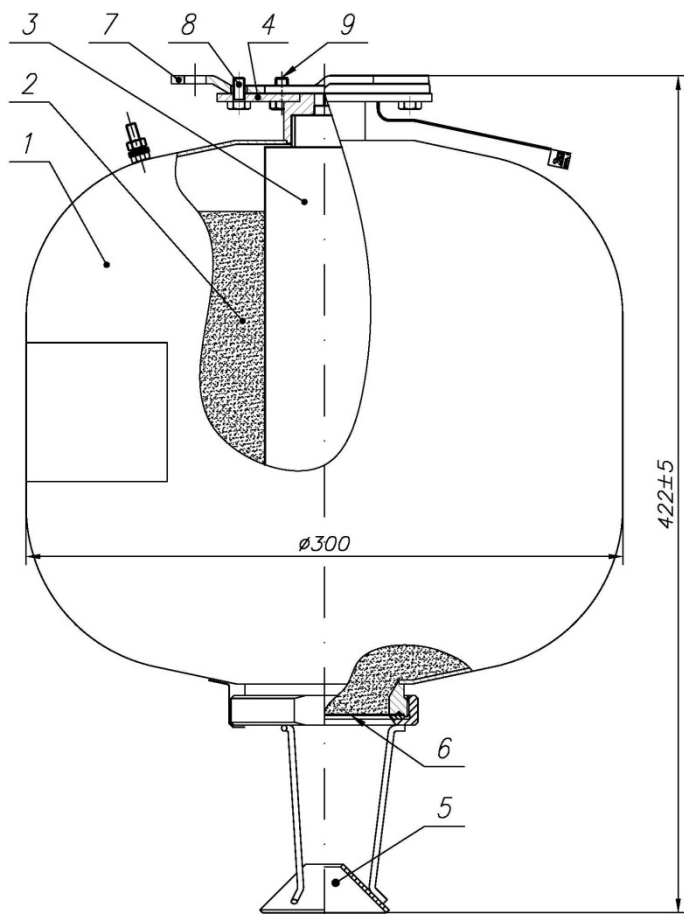

Рис. 1. Устройство модуля порошкового пожаротушения «БУРАН-15И».
4.1. Модуль (рис.1) представляет собой герметичную конструкцию, состоящую из стального корпуса 1, заполненного огнетушащим порошком 2, генератора газа 3 с электроактиватором, держателя модуля 4, насадка-распылителя 5 и разрывной мембраны 6 с насечками.
6.2. Соединить держатель модуля 4 (рис. 1) с кронштейном 7 так, чтобы головки болтов 9 вошли в широкие части пазов держателя модуля. После этого повернуть